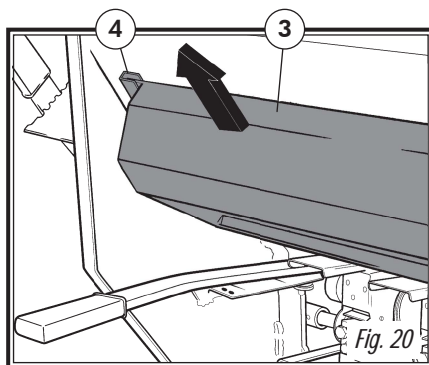

Fig. 20
**2º paso:** retirar la bandeja (3, fig. 20) de su asiento de transporte (4, fig. 20) y se desliza horizontalmente por debajo de los distribuidores.